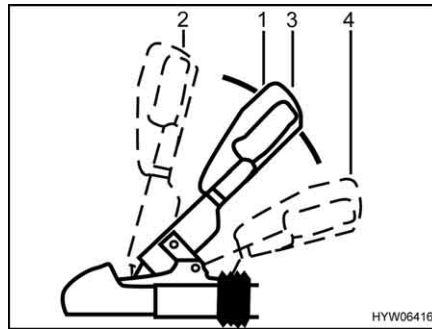

Fig. 3 Gancio di sicurezza WS 3000 D
- Tirare la maniglia del gancio (Fig. 3,1) verso l'alto in posizione "aperto" (Fig. 3,2). Il gancio di sicurezza è aperto.
- Applicare il gancio di sicurezza aperto sulla sfera del traino della motrice e rilasciare la maniglia del gancio. La maniglia ritorna automaticamente nella posizione iniziale (Fig. 3,3).
- Attivare il dispositivo di stabilizzazione. A tal fine, premere la maniglia del gancio dalla posizione chiusa (Fig. 3,3) verso il basso (Fig. 3,4) fino all'arresto.
Per spegnere il dispositivo di stabilizzazione, p. es. in caso di manovra, tirare lentamente verso l'alto la maniglia del gancio (Fig. 3,1) fino alla posizione chiusa (Fig. 3,3).